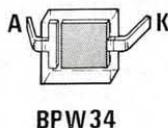

Fig.83 Connessioni del fotodiode BPW34.
Usando dei **fotodiodi** tipo **BPW34** o altri equivalenti (vedi fig.83), il **catodo (K)** dovrà essere rivolto verso il piedino d'ingresso **invertente** e l'**anodo (A)** verso massa.
Abbiamo comunque scoperto un metodo alquanto semplice per stabilire quali sono l'Anodo ed il Catodo. Guardando internamente questo fotodiode (vedi fig.83), si noterà che il terminale **Anodo** è collegato ad una piccola **asta** posta sul lato sinistro della superficie sensibile di forma quadra, mentre il terminale **Catodo** o **K** risulta direttamente collegato alla superficie sensibile.